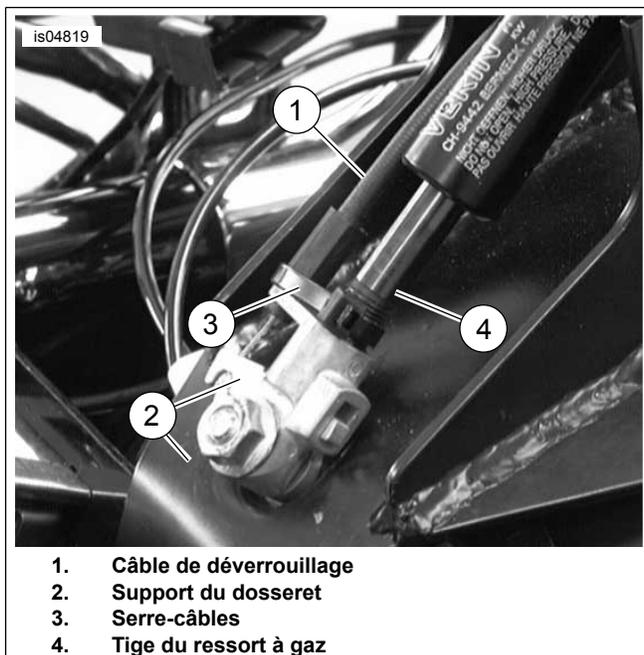

Figure 11. Fixer le câble sur le support du dossier
- Voir Figure 11 . Fixer le câble de déverrouillage (1) sur le support de fixation du dossier (2) comme indiqué. Fixer soigneusement le câble sur la tige du ressort à gaz (4) à l'aide de la sangle de câble fournie (3).